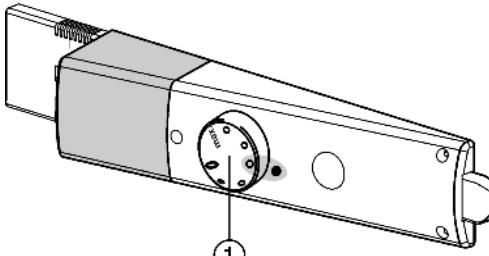

Fig. 3
- Поверните регулятор температуры *Fig. 3 (1)* вправо с положения 0 в положение 3.